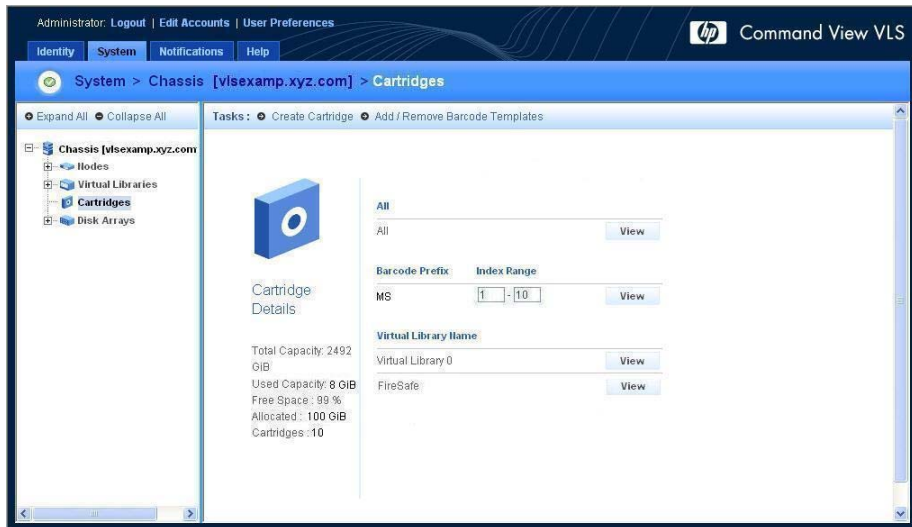

Figure 59 Fenêtre Cartridges details (Détails des cartouches)
3. Sélectionnez **Cartridges** (Cartouches) dans l'arborescence de navigation. La fenêtre de détail des cartouches s'affiche (Figure 59).